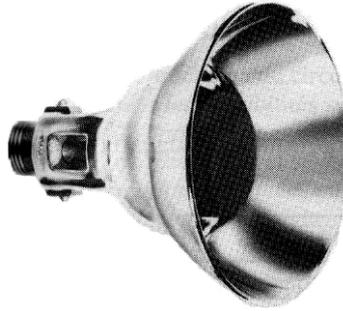

Figure 2.18 – Lampe à infrarouge
- chauffages divers (figure 2.18).